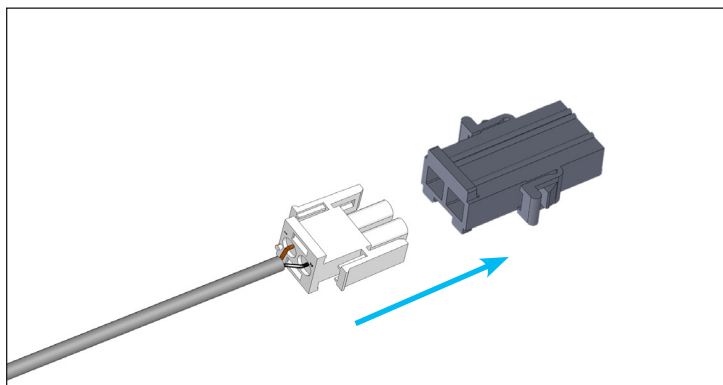

Fig. 2. Conector molex del letrero y receptáculo del área del letrero.
2. Enchufe el cable del letrero en el receptáculo. Véase la fig. 2.